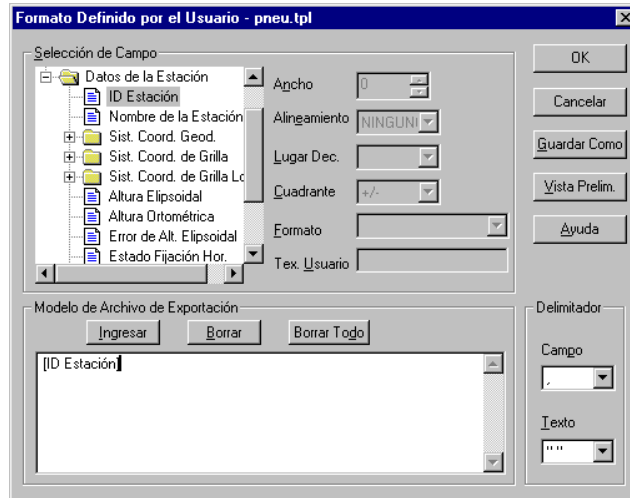

Figura 12.22. Añadiendo Información de Coordenadas
7. Haga doble-click en **Sist. de Coord. de Grilla**, y doble-click en Norte de Grilla para agregarlo al modelo (Figura 12.22).